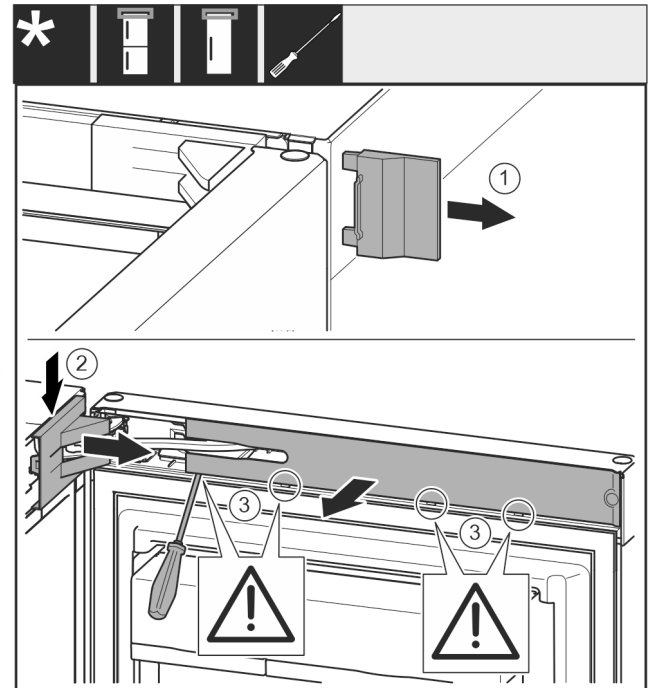

Fig. 9
- ▶ Abdeckung *Fig. 9 (1)* abnehmen.
- ▶ Lagerbockabdeckung *Fig. 9 (2)* ausrasten und lösen.
- ▶ Lagerbockabdeckung *Fig. 9 (2)* abnehmen.
- ▶ Blende *Fig. 9 (3)* mit Schlitzschraubendreher ausrasten und zur Seite schwenken.